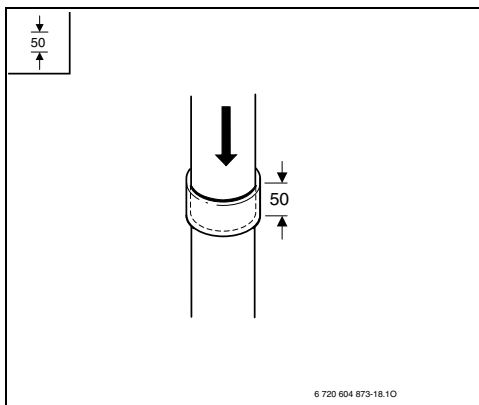

Fig. 36
► Inserire gli accessori per aspirazione/scarico fino al bloccaggio (in questo caso: 50 mm profondità di inserimento) (Fig. 36 ).